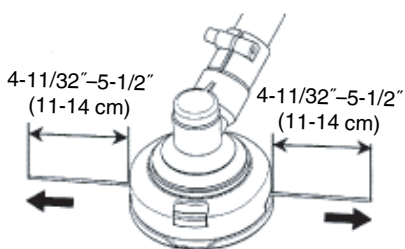

Fig. 42
- (7) La longitud inicial de la línea de corte deberá ser de $4-11/32''-5-1/2''$ (11-14 cm) aproximadamente e igual a ambos lados. (Fig. 42)